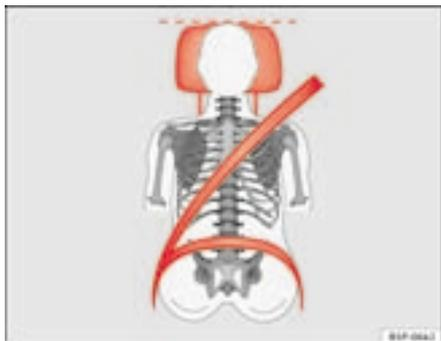

Fig. 12 Posição da faixa do cinto de segurança e do encosto de cabeça correctos, vistos de frente
- A faixa do ombro deve passar aproximadamente pelo centro do mesmo. O cinto de segurança tem de ficar bem cingido ao tronco do ocupante ⇒ fig. 12.